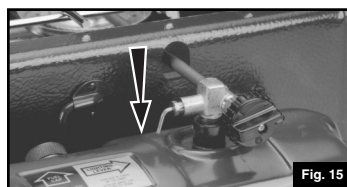

Fig. 15
■ Espere un minuto completo; mueva la PALANCA DE ENCENDIDO hacia abajo. (Fig. 15)